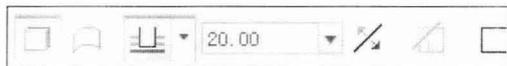

图1-10 设置面板
❸ 03: 在设置面板中，选择深度类型为 $\perp$ （从草绘平面以指定的深度值拉伸），在“深度”下拉列表框中输入拉伸深度值“20.00”，如图1-10所示，然后按Enter键。